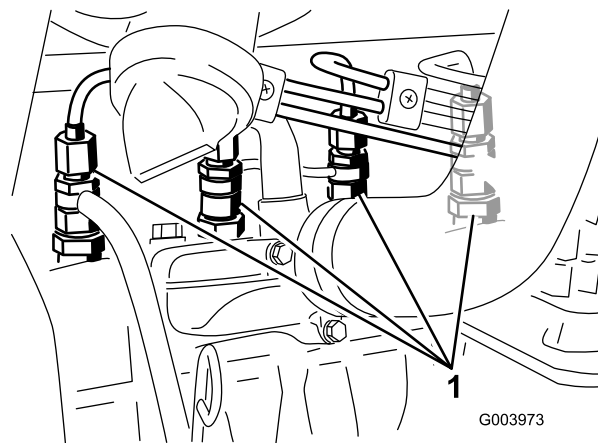

Figura 41
1. Afloje la conexión entre el tubo y el conjunto de boquilla y soporte N° 1 (Figura 41).